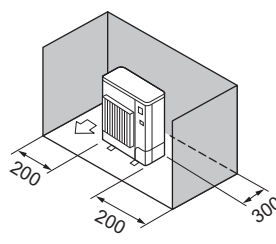

Fig. 2-9
- (3) Solo ostacoli posteriori e laterali (Fig. 2-9)